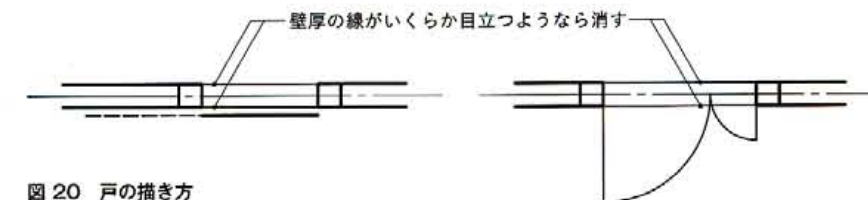

図20 戸の描き方
(2) 第3の段階で描いた戸の部分の壁厚の線は仮線であるため、あらためて消す必要はないが、もしいかに目立つようなら消し板を使って消しゴムで消す [図20]。
(3) 前の第2～4の段階はこの第5の段階の作業を容易に、かつ一気に完成させるための仮線による下書きの段階である。